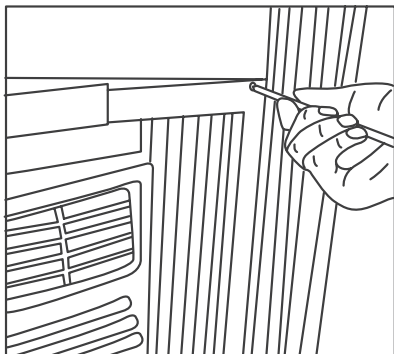
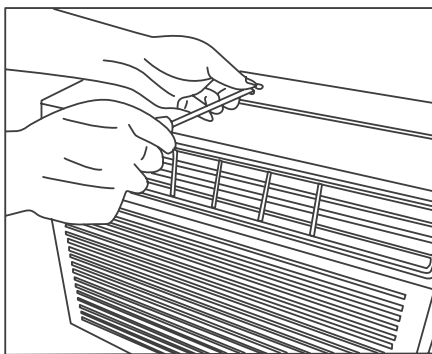

Fig.9
Fig.10
- 5.** Coloque tornillos de bloqueo de 1/2" (12,7 mm) a través de los orificios del marco en el marco de la ventana (Fig.9 Fig.10).